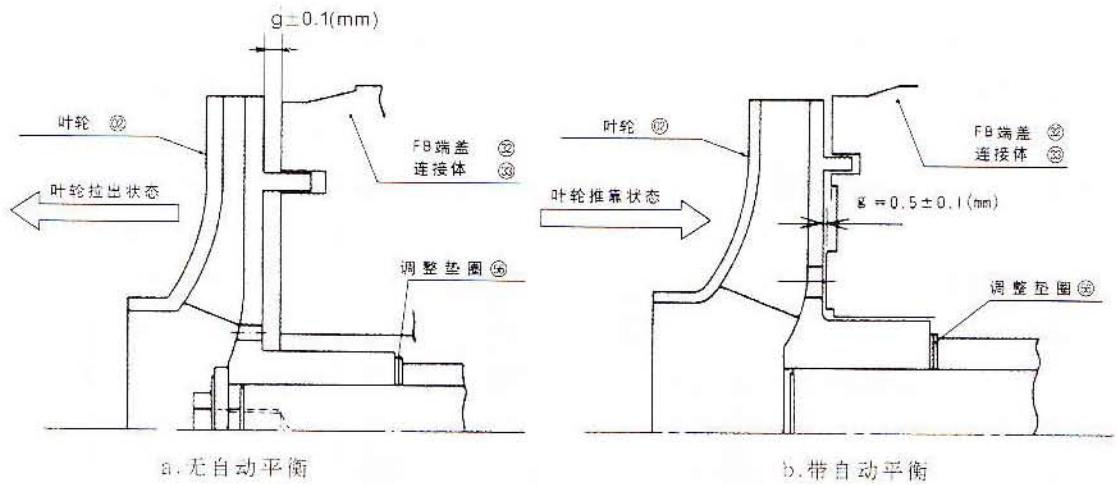

图 15
6.1.8 按图 15 所示,测量 g 尺寸,并记录。
如图15所示,把叶轮向外拉,测定g尺寸,再用调整垫圈(56)将g尺寸调整到表4规定值。